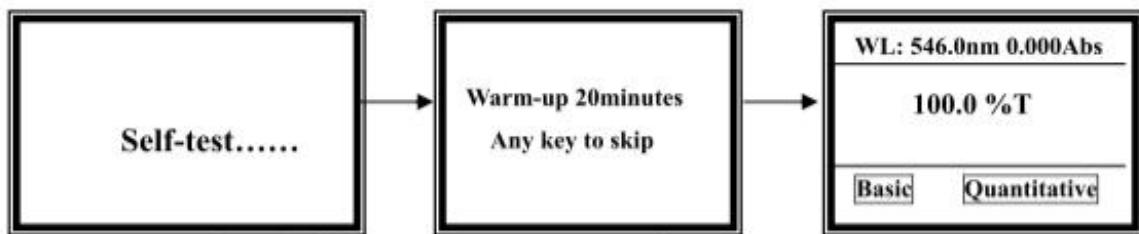

Рис. 4. Головне меню.
3) Після закінчення самотестування, приладу необхідно прогрітися (приблизно 20 хвилин) і потім екран віобразить головне меню (рис. 4);